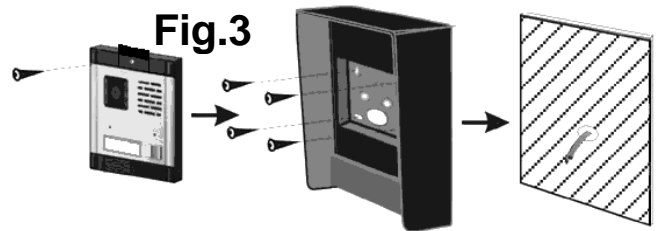

Fig.3
2. Push the camera unit's screw cover (fig.1 #4) upwards and remove the (hex) screw under it. Flip the camera unit away from the rain cover. Now you can also remove the bottom screw if you want to separate them completely. Pull the wire through the hole in the rain cover and mount the rain cover to the wall (see fig. 3). Connect the wire to the camera unit, flip the camera unit up (or fasten the bottom screw and flip it up) and fasten it with the top screw. Pull the screw cover down (fig.1 #4).
2. Druk op de camerapost het afdekplaatje voor de bevestigingsschroef (fig.1 #4) naar boven en verwijder de (hex) schroef eronder. Kantel de camerapost naar beneden. Nu kunt u ook de onderste schroef losdraaien om de 2 delen volledig van elkaar te scheiden. Steek de kabel door het gat in de regenkap en monteer de regenkap tegen de muur (zie fig. 3 blz.2). Sluit de kabel aan op de camerapost, (zet de onderste schroef vast en) kantel de camerapost naar boven en zet de bovenste schroef vast. Schuif de afdekkap naar beneden (fig.1 #4).